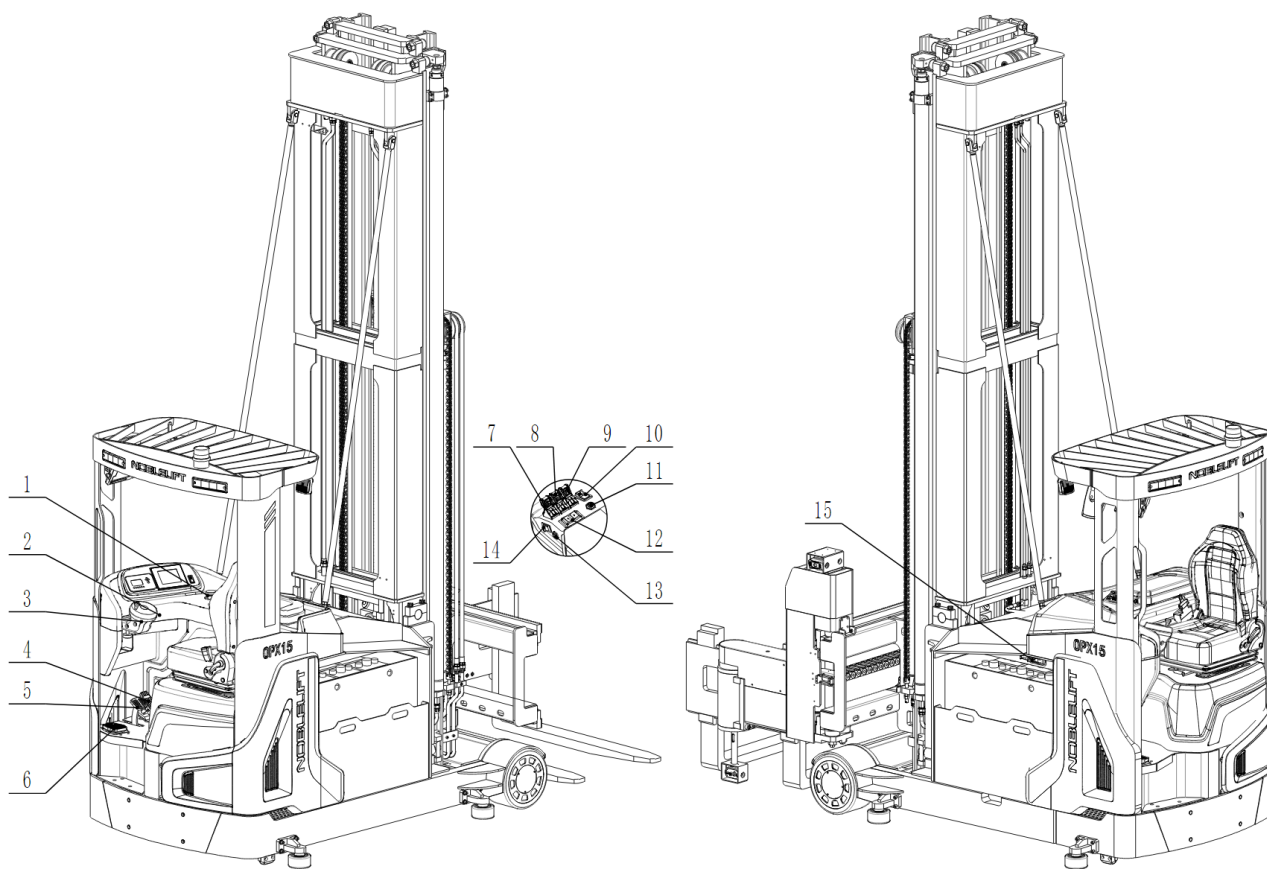

Рис. 8: Органы функционального управления
Сядьте на рабочее место оператора, отрегулируйте рулевую колонку и кресло оператора, пристегните ремень безопасности. Потяните аварийный выключатель (рис. 8, поз. 1), вставьте ключ в замковый выключатель (рис. 8, поз. 2) и поверните его по часовой стрелке в положение ON (ВКЛ). ЖК дисплей отобразит текущее состояние аккумулятора, функциональную и техническую информацию. Затем нажмите на педаль присутствия оператора (рис. 8, поз. 6). Перед началом движения штабелера нажмите кнопку звукового сигнала (рис. 8, поз. 13), чтобы предупредить окружающих, если необходимо. Питание штабелера включено.
Примечание: установите переключатель выбора направления движения (рис. 8, поз. 12) в нейтральное положение перед началом работы на штабелере, иначе возникнет ошибка неправильной последовательности включения.
После запуска штабелера поворотом ключа в положение ON (ВКЛ) сначала нажмите на педаль присутствия оператора (рис. 8, поз. 6), затем расположите руку в зоне управления функциями. Переключите клавишу выбора направления движения (рис. 8, поз. 12) в положение «вперед» или «назад» - на ЖК дисплее появятся стрелки указывающие направления движения. Плавно отрегулируйте скорость движения с помощью педали акселератора (рис. 8, поз. 4), пока желаемая скорость не будет достигнута. Скорость будет снижаться при отпускании педали акселератора. Контролируйте скорость для обеспечения безопасности. При необходимости резкого замедления и торможения нажмите на педаль тормоза (рис. 8, поз. 5).
- Отпустите педаль присутствия оператора (рис. 8, поз. 6) - функция торможения будет включена, и штабелер остановится.
- В экстренной ситуации нажмите аварийную кнопку (рис. 8, поз. 1), функция торможения будет включена, и штабелер остановится.
Отклоните джойстик управления подъемом и спуском (рис. 8, поз. 7) назад, «на себя», для подъема вил и достижения желаемой высоты подъема.
Отклоните джойстик управления подъемом и спуском (рис. 8, поз. 7) вперед, «от себя», для спуска вил.
Отклоните джойстик управления боковым смещением каретки (рис. 8, поз. 8) вперед, «от себя», для смещения каретки вил влево.
Отклоните джойстик управления боковым смещением каретки (рис. 8, поз. 8) назад «на себя», для смещения вил вправо.
Отклоните джойстик управления вращением вилок (рис. 8, поз. 9) вперед, «от себя», для поворота вилок влево.
Отклоните джойстик управления вращением вилок (рис. 8, поз. 9) назад, «на себя», для поворота вилок вправо.
Отклоните джойстик управления вращением и смещением вилок (рис. 8, поз. 14) вперед, «от себя», для поворота вилок влево и одновременного смещения каретки вилок вправо.
Отклоните джойстик управления вращением и смещением вилок (рис. 8, поз. 14) назад, «на себя», для поворота вилок вправо и одновременного смещения каретки вилок влево.
При возникновении каких-либо неисправностей или если штабелер в нерабочем состоянии, прекратите оперирование оборудованием и активируйте аварийную кнопку (рис. 8, поз. 1), нажав на нее. По возможности поставьте штабелер на стоянку в безопасном месте, поверните замковый выключатель (рис. 8, поз. 2) против часовой стрелки и извлеките ключ. Немедленно сообщите об этом руководителю/ ответственному лицу и/или обратитесь в службу сервиса. При необходимости уберите штабелер из зоны эксплуатации с помощью специального буксировочного / грузоподъемного оборудования.
В случае аварийной ситуации (при потере управления или других экстренных ситуаций) немедленно нажмите на аварийную кнопку (рис. 8, поз. 1). Все электрические функции будут отключены.